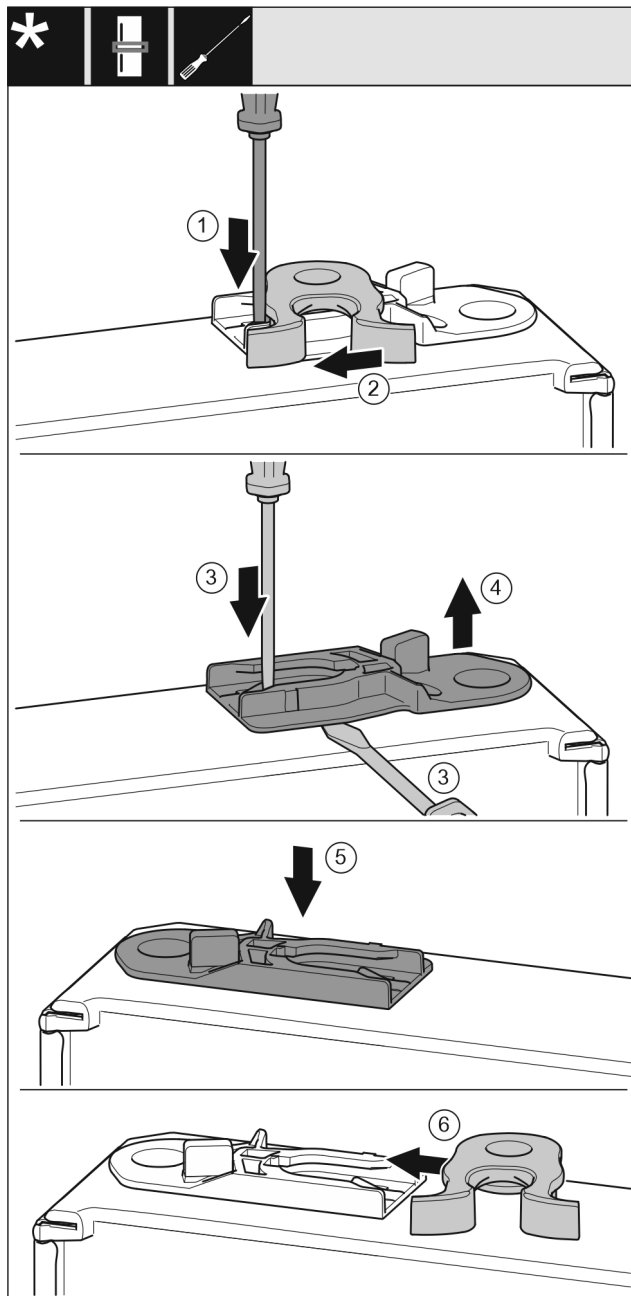

Fig. 20
- ▶ Spingere verso il basso la linguetta Fig. 20 (1) con il cacciavite a intaglio.
- ▶ Estrarre il gancio di chiusura Fig. 20 (2) dalla guida.
- ▶ Estrarre la boccola di guida Fig. 20 (3, 4): Premere la linguetta con un cacciavite a intaglio e allo stesso tempo spostare in basso la boccola di guida con il cacciavite a intaglio.
- ▶ Inserire la boccola di guida Fig. 20 (5) inclusa nella fornitura sull'altro lato dell'alloggiamento.
- ▶ Spingere il gancio di chiusura Fig. 20 (6) nella guida.